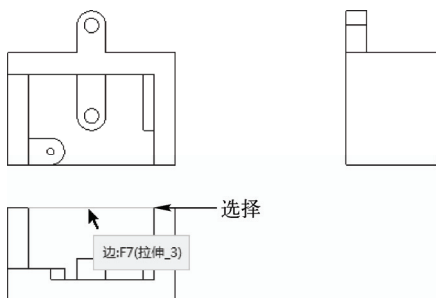

图 14-72 选择直线
STEP 04 在绘图区中选择下方图形最上方的直线，如图 14-72 所示。